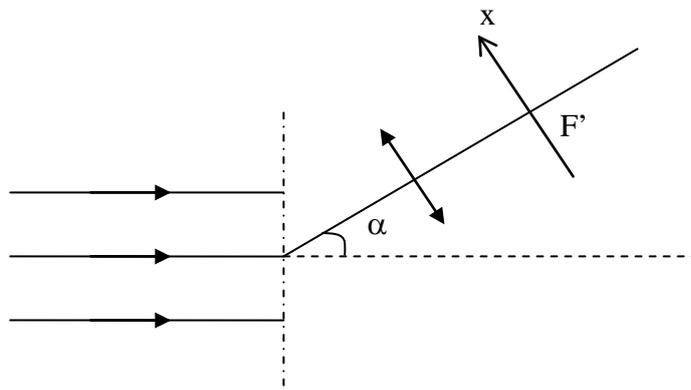

Figure 4
2.3. Le dispositif précédent représente la partie électronique d'un spectrophotomètre. La partie optique est composée d'un monochromateur à réseau (figure 4).